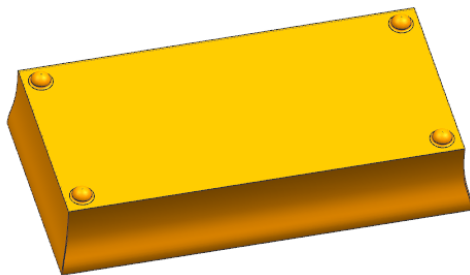

图 8-51 阵列特征
(2) 选择凹坑为要形成阵列的特征，设置“布局”为“线性”，指定“矢量”为 XC 轴，输入“数量”为 2，“节距”为 300。
(3) 勾选 ☒ 使用方向 2 复选框，指定阵列方向为 YC 轴，输入数量为 2，节距为 130。
(4) 在对话框中单击 **确定** 按钮，完成特征阵列，如图 8-51 所示。